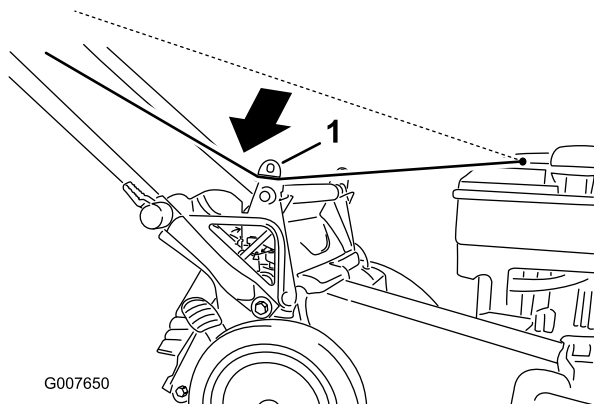

Figura 26
1. Pase la cuerda del arrancador alrededor de la guía de cuerda inferior (Figura 26).